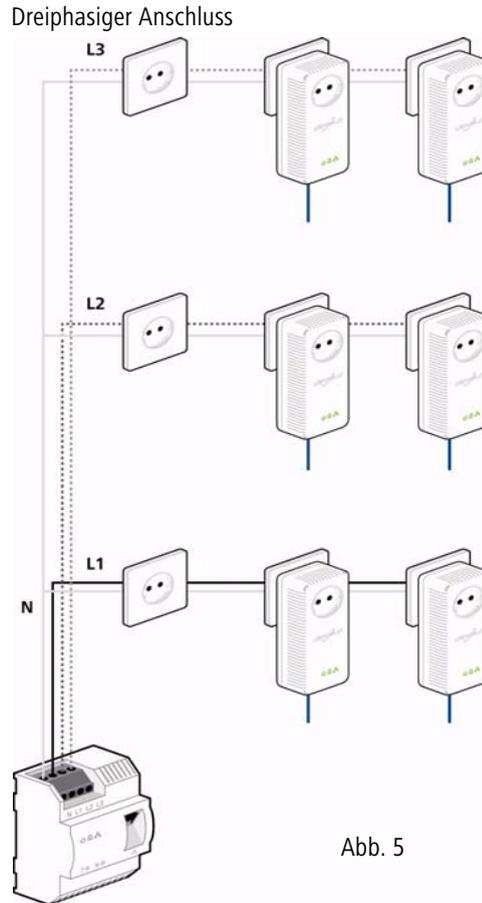

Abb. 5
- Dreiphasiger Anschluss: Neutraleiter und ein Außenleiter werden an die Klemmen N und L1 angeschlossen. Der Anschluss der Außenleiter L2 und L3 ist optional und dient der Optimierung der Signalübertragung. Die Spannungsversorgung des Gerätes erfolgt über die Klemmen N und L1 (siehe Abb. 5).